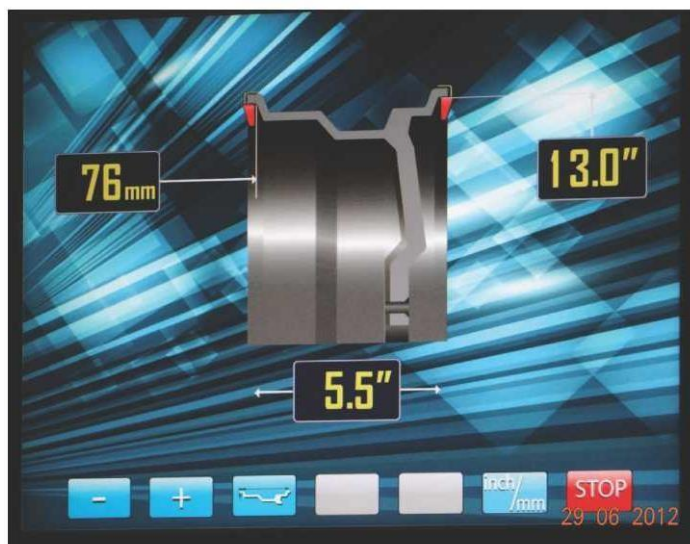

рис.10.2.
При включении питания СБ автоматически устанавливаются исходные параметры « d » и « b », записанные в памяти СБ, которые можно проконтролировать, нажимая кнопку A , d , b кнопка 3 на рис.10.2.
В этом режиме функционируют кнопки «-» и «+» для ввода ширины диска, а также для коррекции диаметра диска и дистанции от корпуса СБ до колеса, если требуется их ручная коррекция. Переключение кнопок «-» и «+» для коррекции диаметра и дистанции осуществляется кнопкой A, d, b (кнопка 3 рис.10.2), при этом корректируемая величина выделяется красным цветом, кроме того кнопка A, d, b позволяет перейти к экрану ввода геометрических параметров из экрана основного рабочего режима.
11.2.1. Введите геометрические параметры колеса как описано в п. 10.2 или 10.4. На экране ввода геометрических параметров отображается стандартная балансировка грузами на пружинках рис.10.2 или 10. 4.